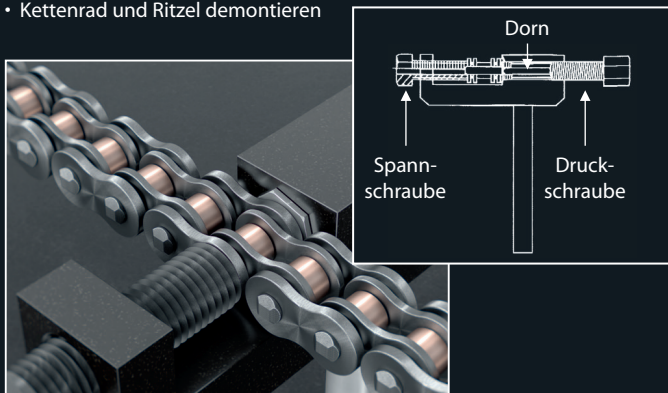

Abb. 1
- Durch Drehen der Druckschraube den Bolzen auspressen (Abb.1). Dazu das Werkzeug am Griff festhalten und mit einem Schlüssel SW19 in Uhrzeigerichtung die Druckschraube eindrehen.